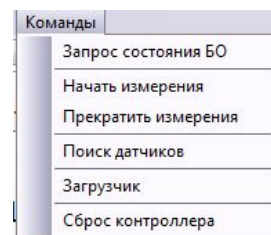

Рис. 13 Вкладка Команды
- На верхней панели настроек нажмите вкладку «Команды», выберите пункт «Загрузчик» (рис. 13).